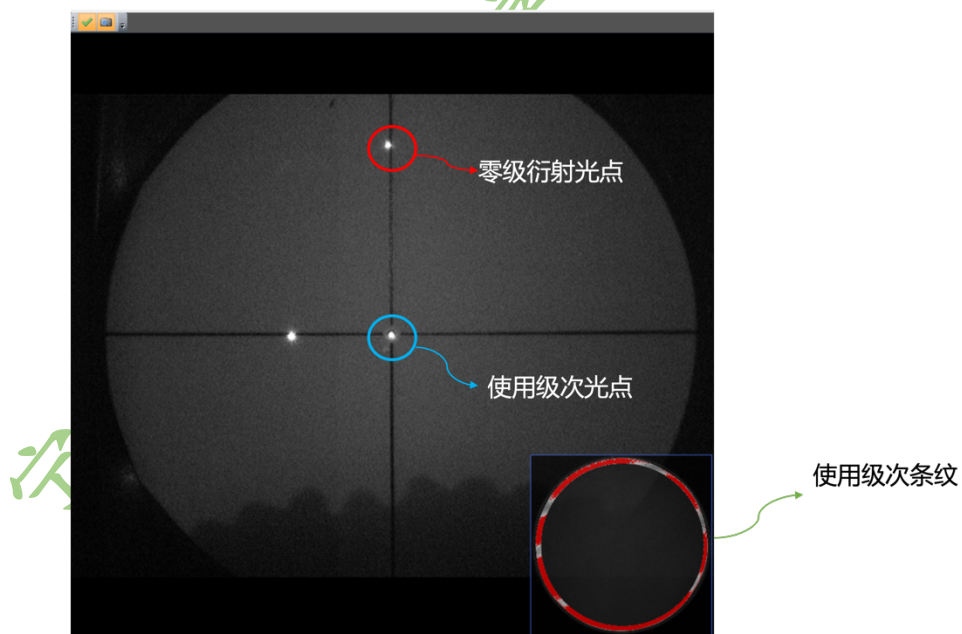

图 5：使用衍射级次调整到位光点示意图
7. 将蓝色圈中的光点调整到干涉仪十字叉丝中间，如图 5 所示